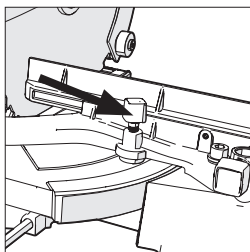

Fig. 20
- Maak de verstekzaag sluitschroef los (**Fig. 20**) door het tegen de klik in te draaien.